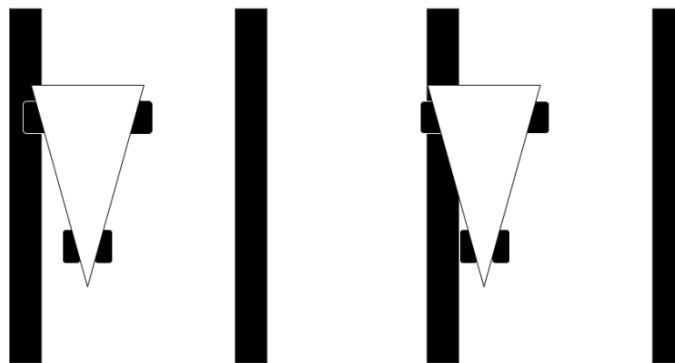

Figura 6: Robô dentro (esquerda) e fora (direita) da sua faixa de rodagem
e) considera-se que um robô saiu da sua faixa de rodagem se, pelo menos, parte de 1 das rodas ou parte do chassis ultrapassar a linha de marcação do limite da faixa de rodagem, como se ilustra na Figura 6;